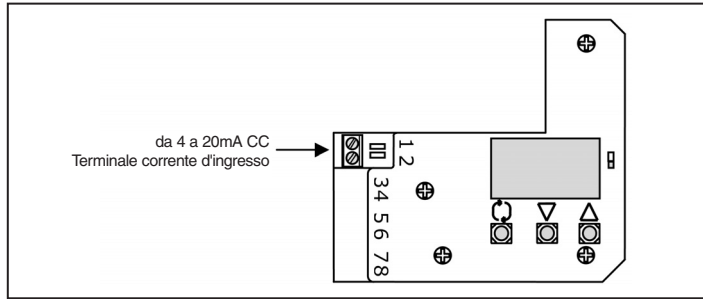

Fig. 8
- Collegare il cablaggio della corrente di ingresso a un regolatore seguendo la Fig. 8.